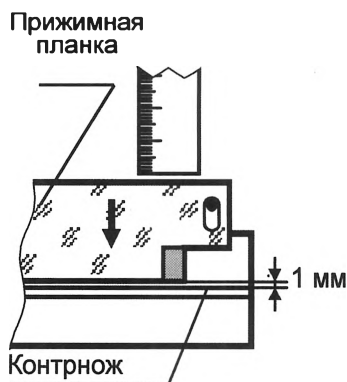

Рис. 4. Установка планки
2. Зафиксировать матрицу винтами (10)
3. Установить прижимную планку (12), как показано на рис. 4.
**- Установите прижимную планку, как показано на рис. 4.**